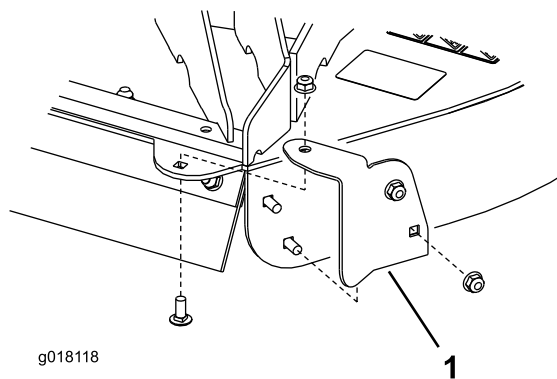

図 12
- 右側フットシールドの側面を、カッティングデッキの右後角部に仮止めする；5/16 x 3/4インチのキャリッジボルト 2 本とフランジナットを使用する。ボルトは内側から差し込むこと。シールドは 図 12 のように組み付ける。
- フットシールドの上部を、カッティングデッキに仮止めする；5/16 x 3/4インチのキャリッジボルト 1 本とフランジナットを使用する（図 12）。ボルトは内側から差し込むこと。